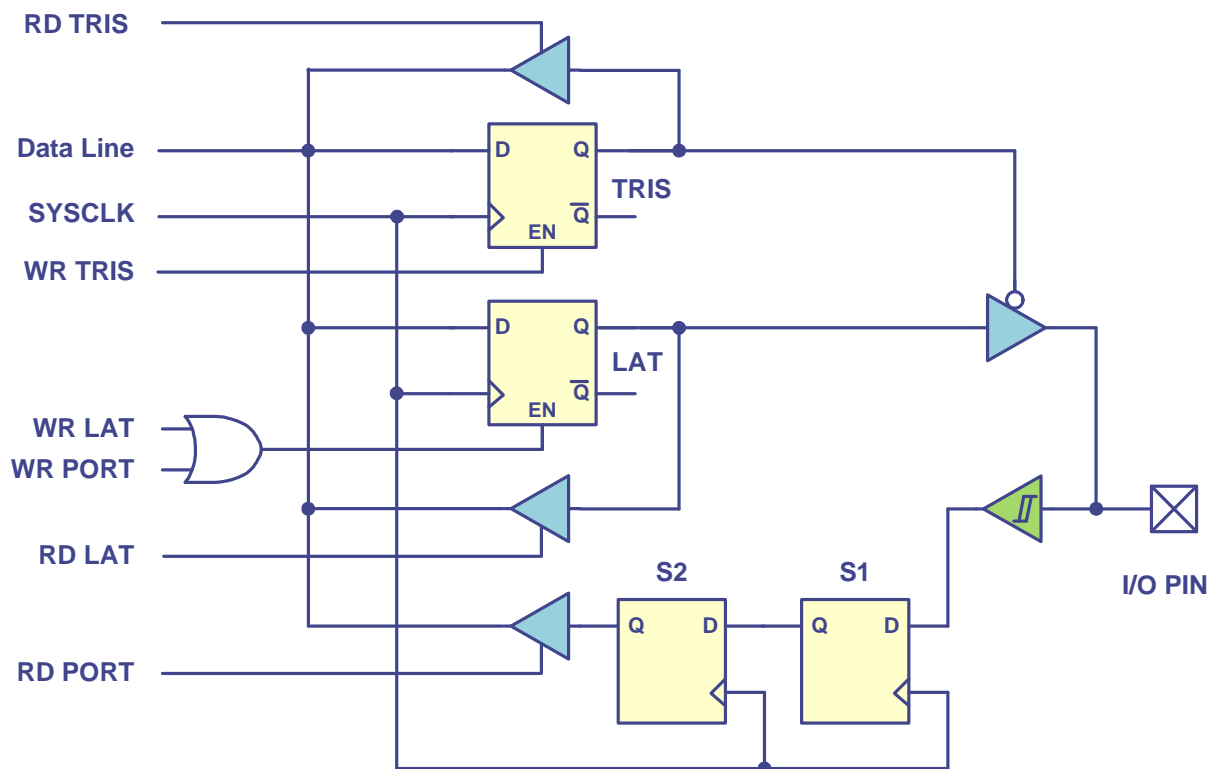

Figura 5. Diagrama de blocos simplificado de um porto de I/O no PIC32.
A Figura 5 apresenta o diagrama de blocos de um porto de I/O de 1 bit no PIC32. Nesse esquema, já abordado nas aulas teóricas, convém destacar os dois flip-flops S1 e S2 presentes no caminho do porto para efeitos de leitura. Esses *flip-flops*, em conjunto, formam um *shift register* de duas posições que visa a sincronização do sinal externo que se pretende ler com o instante de leitura do CPU. Estes dois *flip-flops* impõem um atraso de, até, dois ciclos de relógio na propagação do sinal externo até ao barramento de dados do CPU ("data line").
Esta solução funciona porque o valor escrito em LATE num ciclo de relógio fica disponível para ser lido no ciclo de relógio seguinte, como se pode facilmente verificar no esquema da Figura 5. Quando a programação é feita em linguagem C, e uma vez que o programador não controla a forma como o código é gerado, devem sempre usar-se os registos LATx para a manipulação dos valores em portos de saída (através de uma instância `LATxbits`). Por exemplo, a leitura do valor do bit 2 do porto E (RE2) e a sua escrita no bit 5 do mesmo porto deve ser feita, em linguagem C, do seguinte modo:
- A escrita num porto configurado como entrada não tem qualquer consequência. O valor é escrito na *latch* do porto mas não fica disponível no exterior uma vez que é barrado pela porta *tri-state* que se encontra na saída da *latch* e que está em alta impedância (ver Figura 5).